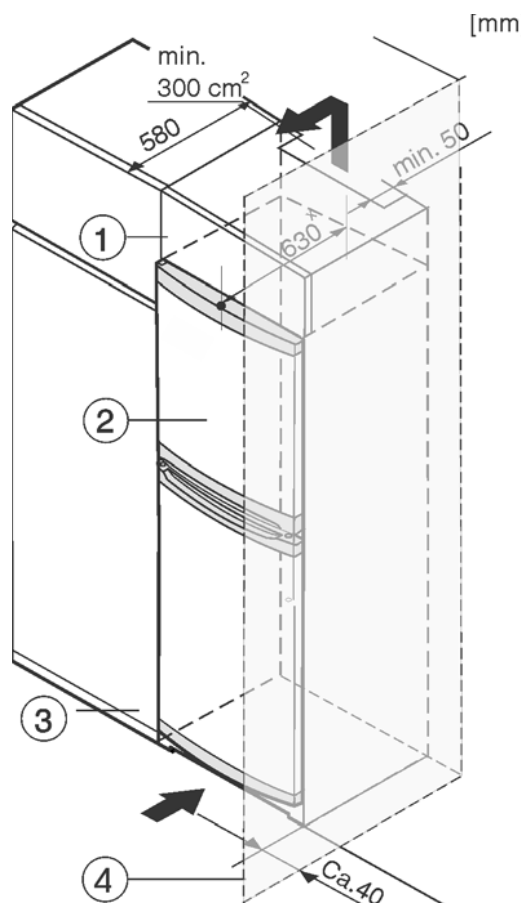

Fig. 8
Устройство может быть окружено кухонными шкафами. Чтобы уравнивать устройство Fig. 8 (2) по высоте с кухонной стенкой, можно установить над устройством дополнительный шкафчик Fig. 8 (1).
При комбинировании с кухонными шкафами (глубина макс. 580 мм) устройство можно установить непосредственно рядом с кухонным шкафом Fig. 8 (3). Устройство выступает сбоку на 34 мм * и по центру на 50 мм * относительно передней стенки кухонного шкафа.
Если устройство установлено на шарнирах у стены *Fig. 8 (4)*, то расстояние между устройством и стеной должно быть не менее 40 мм. Настолько выступает ручка при открытой двери.